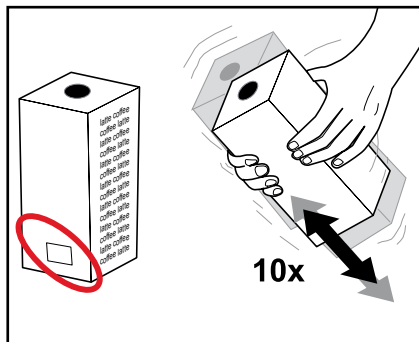

Fig. 18
Les anvisningene på produktpakken. Bruk aldri en skadet produktpakke. Ikke bruk en produktpakke hvis „Best før“-datoen er utløpt. (Fig. 18)
3. Rist produktpakken minst 10 ganger. (Fig. 18)